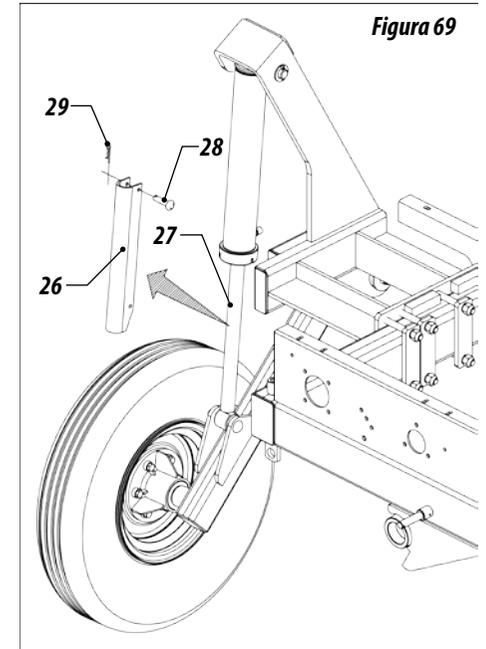

Figura 69
16 - Antes de comenzar a transportar la sembradora, coloque la trancla (26) en la barra do pistón (27) del juego de ruedas para transporte, a través del perno (28) y contraperno (29). según Figura 69.